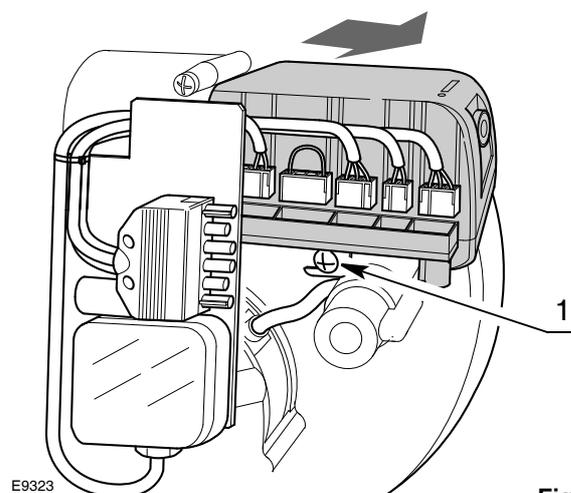

Fig. 19
- sconnettere tutti i connettori ad essa collegati, la spina a 6 poli, i cavi di alta tensione ed il filo di terra (TB);
- svitare la vite 1)(Fig. 19) e tirare l'apparecchiatura nel senso della freccia.
- avvitare la vite 1)(Fig. 19) con una coppia di serraggio da 1 ÷ 1,2 Nm;